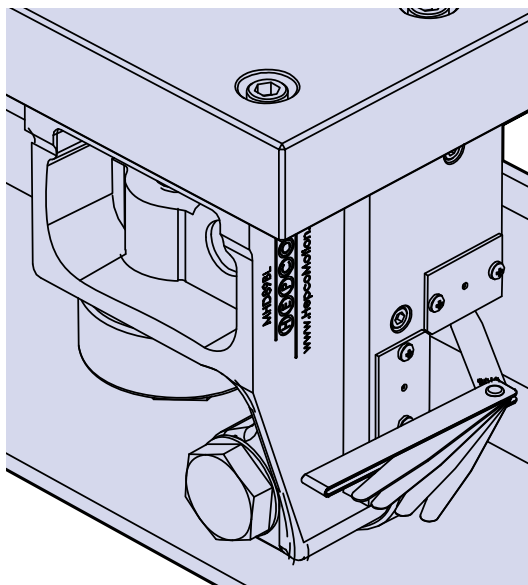

Figura 8
27. Coloque en posición las tres placas rascadoras [Pieza 15] asegurando que estén a una distancia controlada de entre 0,05 mm – 0,1 mm a la superficie de la guía utilizando galgas de espesores, tal y como indica la Figura 8. Apriete firmemente los tornillos de fijación [Pieza 16] cuando estén en posición.